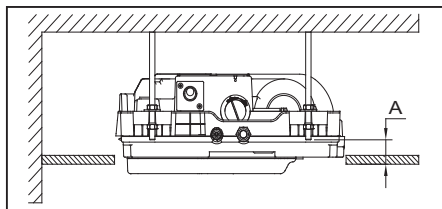

FIG. 19
- A diferença entre o nível da extremidade da haste de suspensão e a base do teto deverá ser de 30mm a 40mm ("A" - Fig. 19).